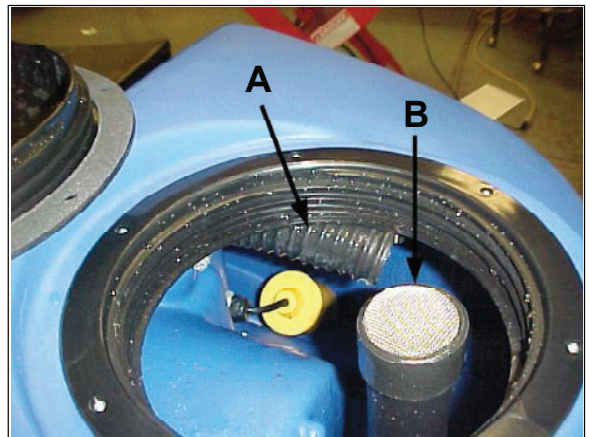

Abbildung 35
12. Eine evtl. Verstopfung des Tanks oder Rückführschlauchs durch Wasserdruckspülung beseitigen. Den Wasserschlauch in den Rückführschlauch einführen (Abbildung 35 A).
**HINWEIS: Den Wasserschlauch nicht mit dem Ansaugstutzen (siehe Abbildung 35 B) verbinden. Die Maschine könnte dadurch beschädigt werden.**
Der Rückführschlauch (Abbildung 35 A) befindet sich rechts neben dem Ansaugstutzen (siehe Abbildung 35 B). Der Rückführschlauch ist flexibel und kann zur Öffnung hin verschoben werden. Dies erleichtert den Zugang zum Wasserschlauch zwecks Spülung der Leitung.